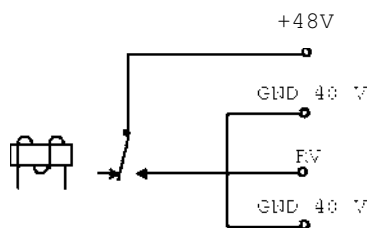

Fig. 7
Il MED non è predisposto per l'alimentazione delle elettrovalvole chiamate, a seconda del gruppo valvole, EA e EB, oppure VML e VMD, oppure 16, 20 e 22, oppure A, B, C, D montate nella centralina idraulica; queste dovranno essere gestite totalmente dal quadro di comando dell'ascensore. Per la loro gestione, fare riferimento al manuale *"Istruzioni di installazione semplificata per l'azionamento MED-UP sensorless"* – pagg. 14/21, 15/21, 16/21, 17/21, 18/21, 19/21 e 20/21. Anche la valvola solitamente denominata "stella/triangolo" (elettrovalvola ES o VMP, a seconda del gruppo valvole), che permette in salita l'avviamento del motore in scarico, deve essere preferibilmente gestita dal quadro di comando dell'ascensore; in alternativa, però, è anche possibile comandarla utilizzando direttamente il MED. Lo schema elettrico del circuito interno al MED è riportato in fig. 7. Il relè è normalmente aperto. L'alimentazione dell'elettrovalvola dovrà essere esterna e potrà essere una qualsiasi tensione continua o alternata (ad esempio 24 Vdc, 48 Vdc oppure 110 Vac, 230 Vac, ecc.) da fornire ai morsetti 1 (GND 48 V) e 2 (+ 48 V) del connettore "COMMAND SIGNALS" (vedi manuale *"Istruzioni di installazione semplificata per l'azionamento MED-UP sensorless"* – pag. 8/21). Ai morsetti 3 (GND 48 V) e 4 (RV) del medesimo connettore dovrà essere collegata la bobina dell'elettrovalvola ES o VMP. **Non collegare in nessun caso i morsetti GND 48 V ad un qualsiasi GND presente sulla morsettiera del MED.**